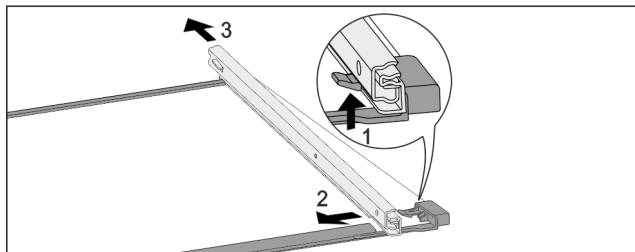

Fig. 173 带轨道的玻璃隔板
- 向上按前端的锁定钩。 Fig. 173 (1)
- 将牵伸轨推向一侧 Fig. 173 (2)，然后向后 Fig. 173 (3) 推。